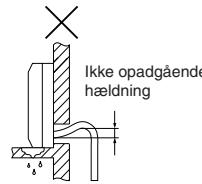

Fig. 2
- Rørføringen må ikke udføres som vist i Fig. 2 til 5.